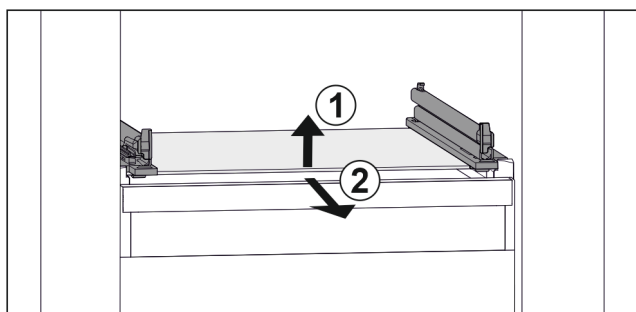

Fig. 46 Klaasplaadi näitlik kujutis
- Tõstke klaasplaat eest üles. Fig. 46 (1)
- Võtke klaasplaat ettepoole välja. Fig. 46 (2)